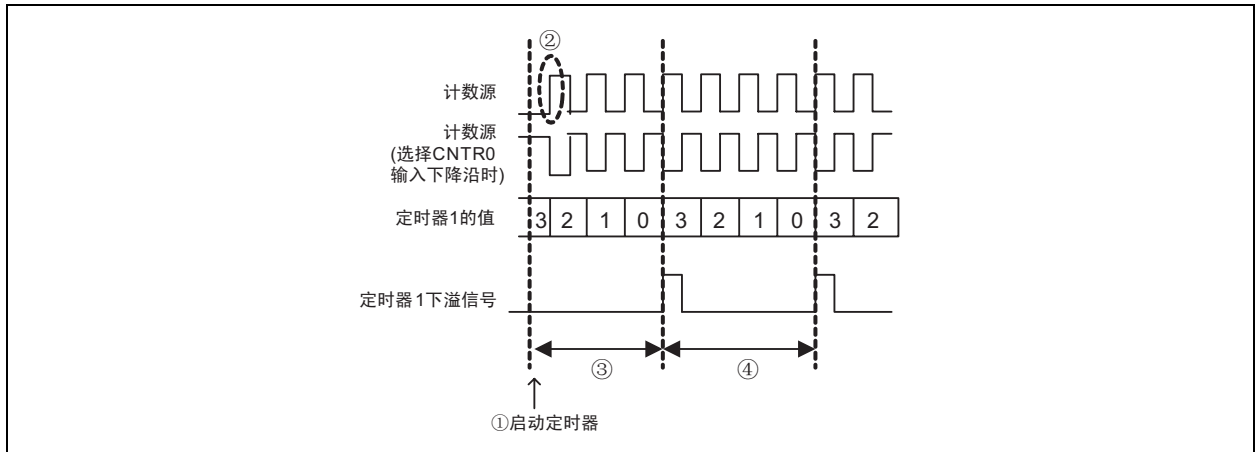

图 33. 定时器的计数开始时序和开始运行时的计数时间
预分频器、定时器在开始运行 (图 33①) 后, 从计数源最初的上升沿 (图 33②) 开始计数。
根据定时器和计数源的运行开始时序, 开始计数后到最初下溢的时间 (图 33③) 短于以后的下溢时间 (图 33④) (最大为计数源的一个周期)。